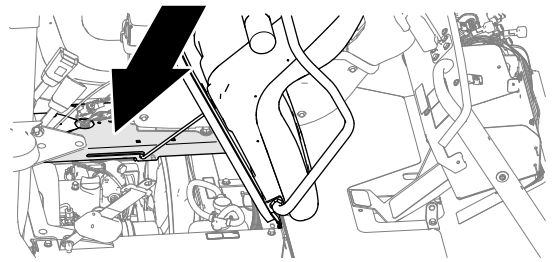

Figura 74
1. Incline el asiento del pasajero hacia adelante para tener acceso a la base de la consola (Figura 74).